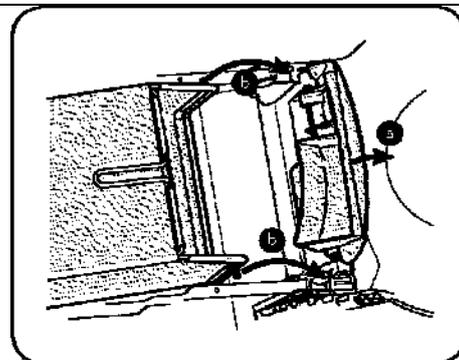

Рис. 8
- b. Поместите травосборник в пазы на кронштейне ручки, как показано на Рисунок 8. Отпустите заднюю дверь выброса так, чтобы она опиралась на травосборник.